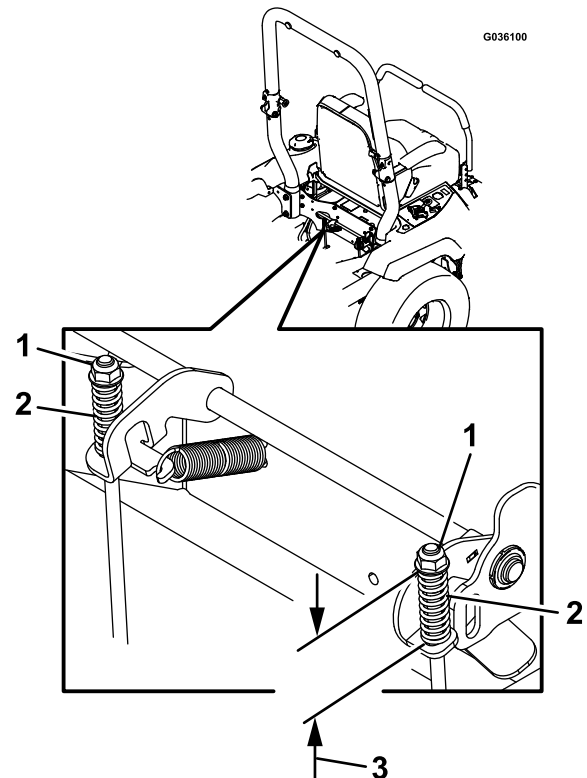

Figura 58
7. Compruebe la longitud de ambos muelles como se muestra en Figura 58. Si se requiere un ajuste, gire la tuerca superior en el sentido de las agujas del reloj para acortar el muelle y en el sentido contrario a las agujas del reloj para alargarlo.